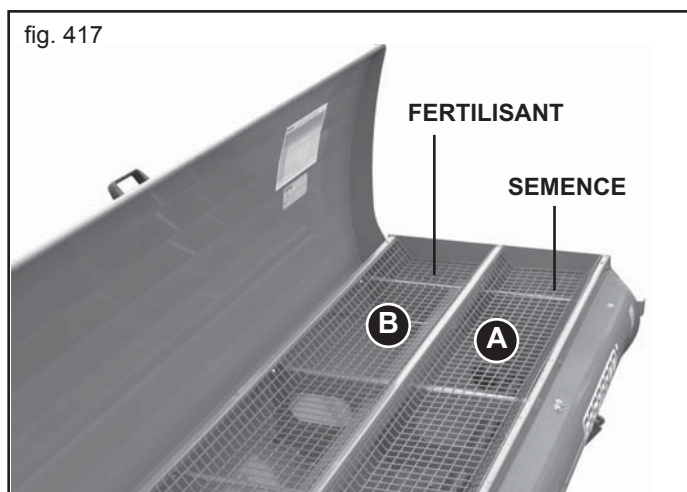

fig. 417
La trémie pour la distribution COMBINEE se divise en deux compartiments (Fig. 417): le compartiment arrière (A) pour les graines et le compartiment avant (B) pour le fertilisant. En outre, ce dernier est équipé d'une grille pour tamiser les éventuels corps étrangers et les grumeaux pouvant endommager le mécanisme de dosage. Chaque compartiment dispose de commandes séparées pour le réglage des doses de graines et de fertilisant.